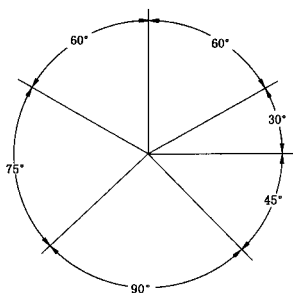
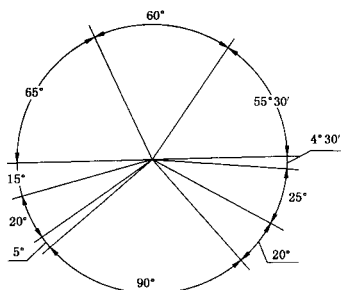

图 22 角度数字的注写位置(一)
图 23 角度数字的注写位置(二)
4.3.3 角度的数字一律写成水平方向,一般注写在尺寸线的中断处(图 22)。必要时也可按图 23 的形式标注。